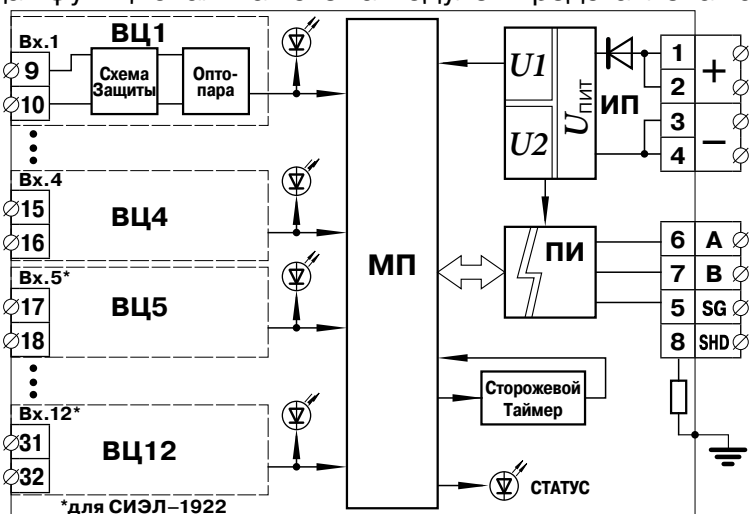

Рис. 1.
3.3. Общая функциональная схема модулей представлена на рис. 1.